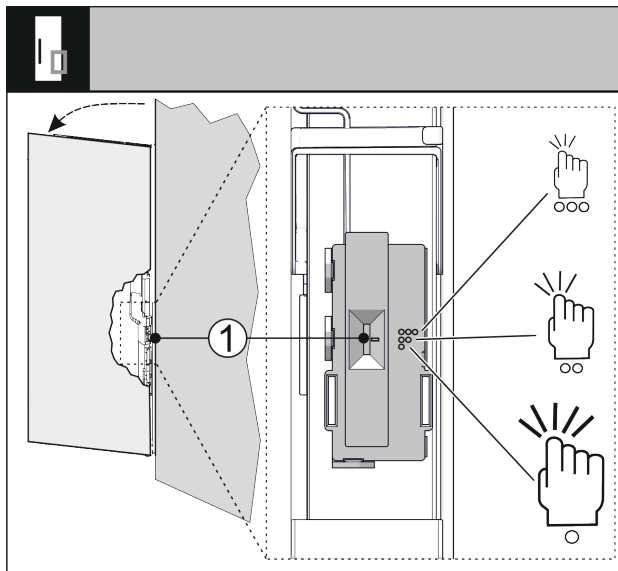

Fig. 32
Občutljivost signala trkanja lahko nastavite s stikalom Fig. 32 (1). Stikalo je na strani tečajev na spodnji tretjini vrat.
- ▶ Stikalo Fig. 32 (1) potisnite v želeno postavitev stikala.